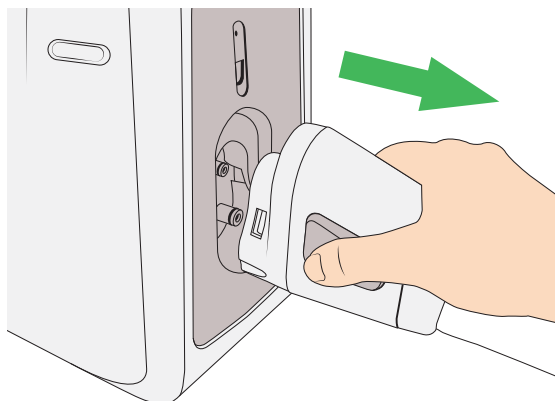

Figura 52
- Pulse simultáneamente los botones laterales situados en el conector y retire el set de tubos (consulte la figura 52).